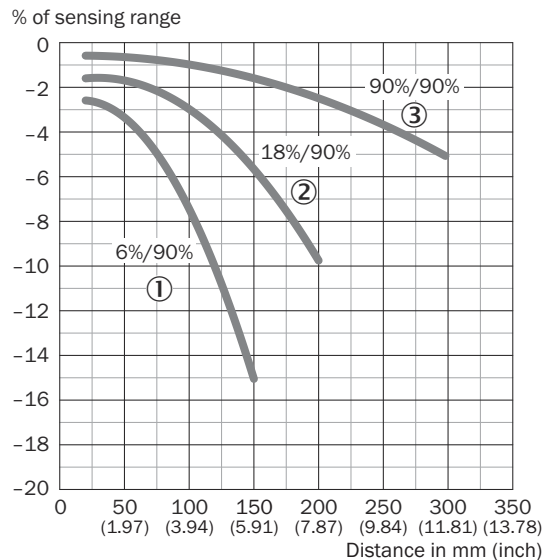

Figura 15: HTF18, % de la distancia de conmutación
Compruebe las condiciones de aplicación: ajuste la distancia de conmutación y la distancia al objeto o fondo y la capacidad de reflectividad difusa del objeto según el diagrama correspondiente véase [figura 15] ( $x$  = distancia de conmutación,  $y$  = zona de transición entre la distancia de conmutación (fondo) y el objeto como % de la distancia de conmutación (reflectividad difusa del objeto/reflectividad difusa del fondo)). Reflectividad difusa: 6% = negro ①, 18% = gris ②, 90% = blanco ③ (basado en el blanco estándar según DIN 5033).
La distancia mínima ( $= y$ ) para una detección fiable del objeto puede determinarse a partir del diagrama [figura 15①] tal como se describe a continuación: